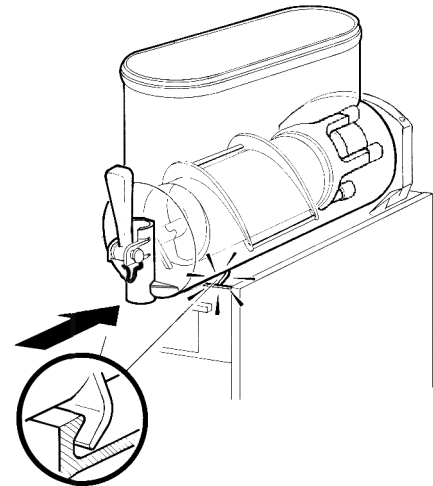

figura 15
- 7 - Montar el contenedor y empujarlo hacia la pared posterior, controlando que calce completamente en la junta y, al mismo tiempo, que sus ganchos inferiores coincidan con las correspondientes salientes del plano de goteo (ver figura 15).